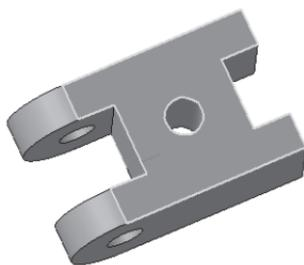

Рис. 220
- выделите верхнюю грань (рис. 220);
- с помощью команды  – **Повернуть** разверните деталь так, чтобы нижнее основание оказалось сверху. Выделите основание. Постройте окружность радиусом 10 мм и вырежьте на расстояние 5 мм (аналогично верхнему основанию, используйте рис. 220–222);